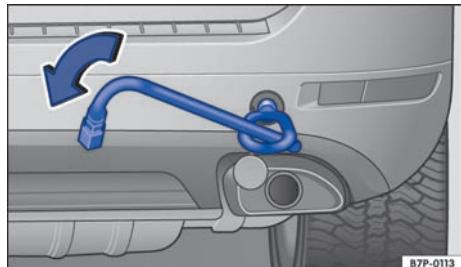

图 288 在后保险杠上右侧：拧入牵引环
- 将牵引环逆时针尽量牢固地拧入支座中 ⇒ 图 288 ⇒ ①。用一个合适的物品，将牵引环充分而牢固地拧入支座中。